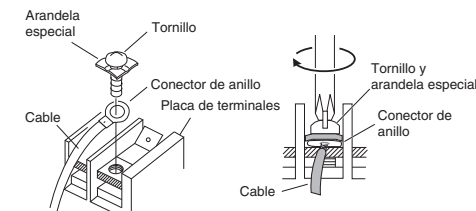

Fig. 3-57
- (4) Coloque el cable de conector de anillo y vuelva a colocar y a apretar el tornillo del terminal extraído con un destornillador. (Fig. 3-57)